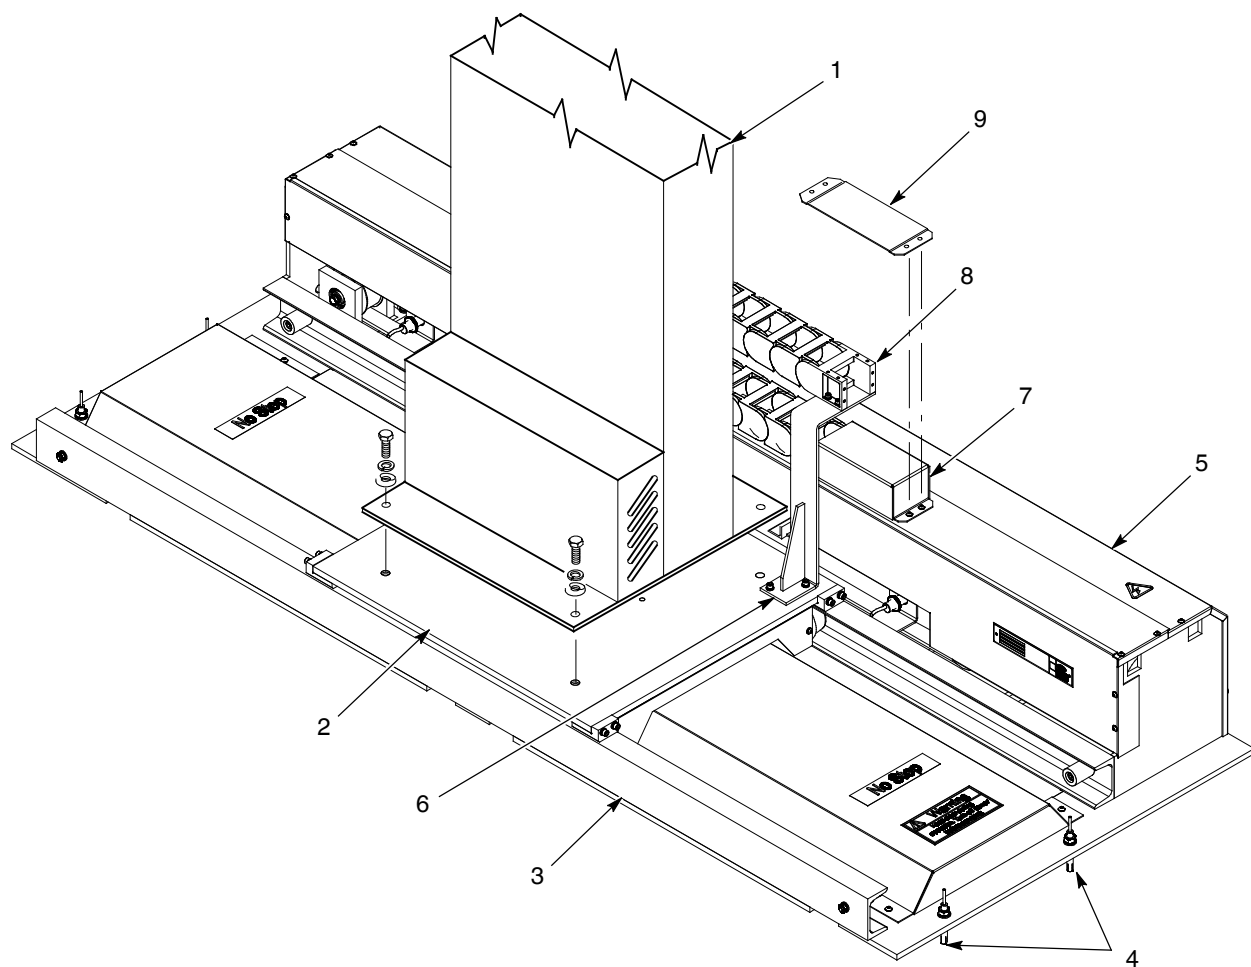
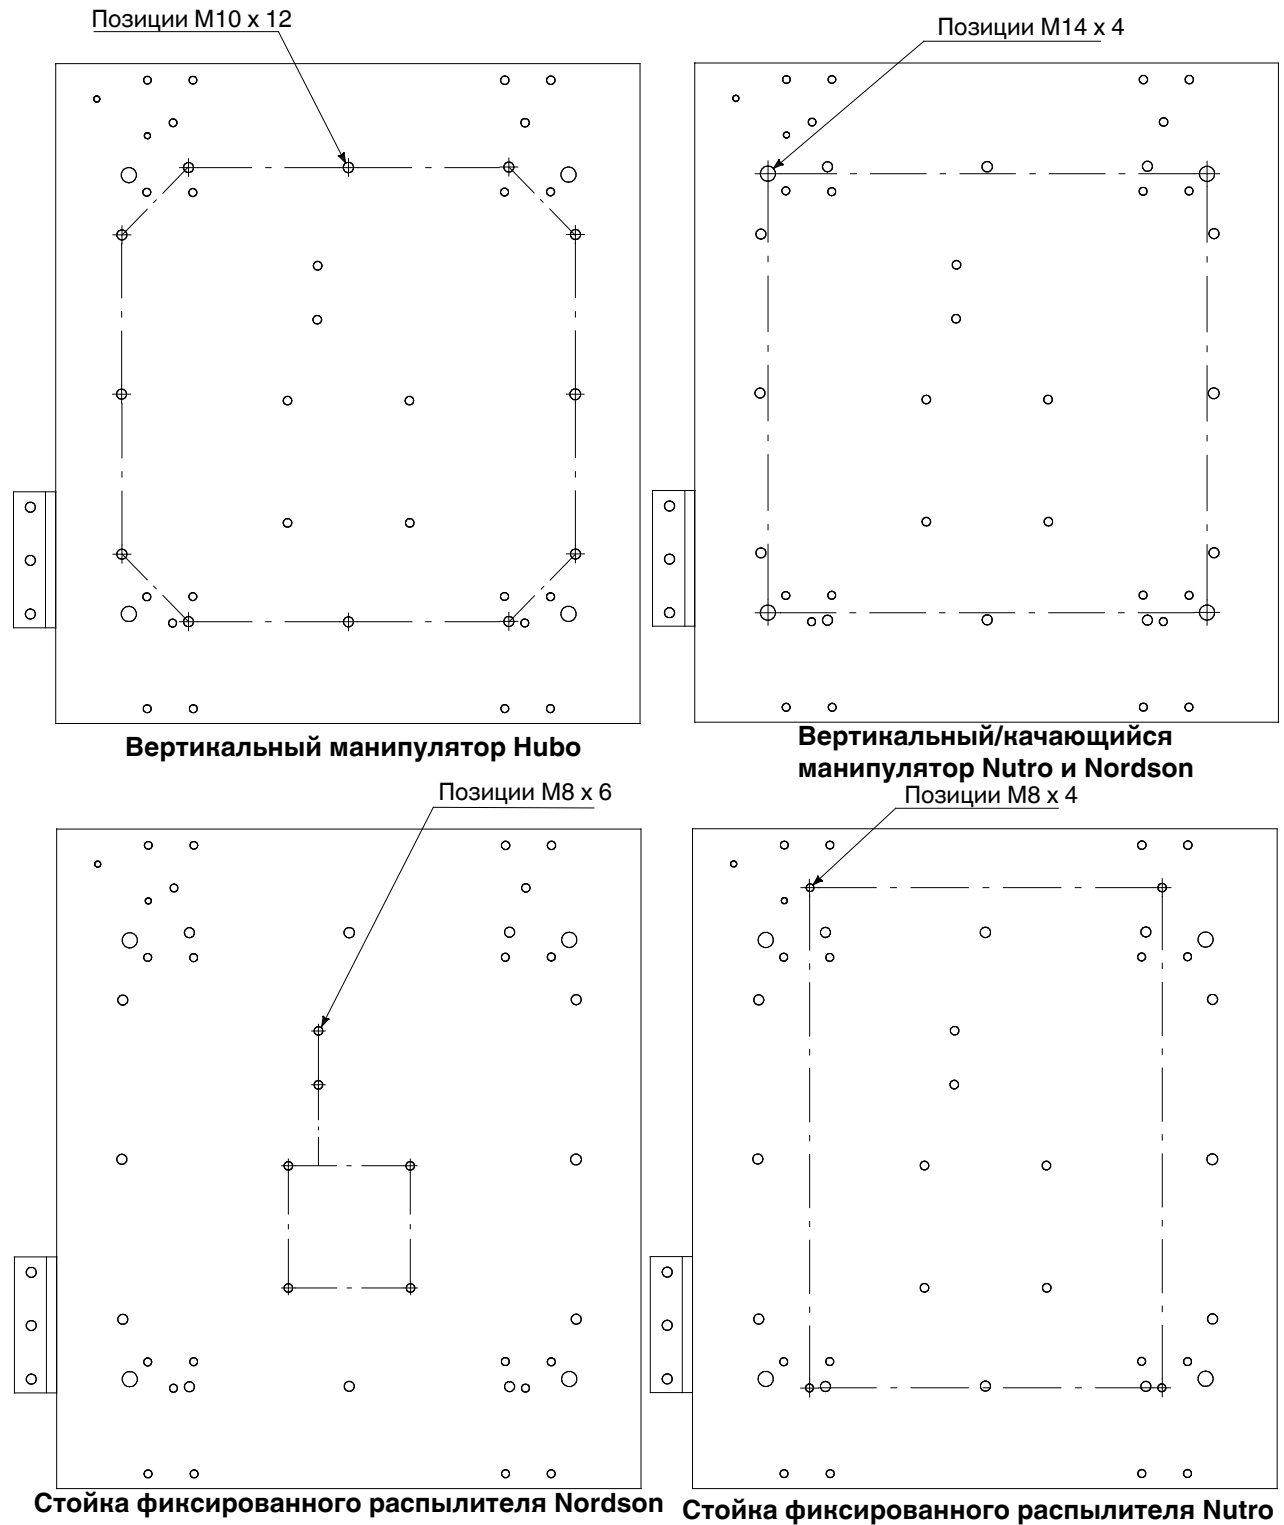

Рис. 4 Монтаж
Рис. 5 Расположение отверстий в каретке
2. См. рис. 4 и 5. Воспользовавшись подходящим подъемным приспособлением, осторожно поставить качающийся манипулятор, возвратно-поступательный манипулятор или стойку фиксированных распылителей (1) на каретку (2) и закрепить на каретке посредством соответствующего размера винтов с шестигранной головкой, стопорных шайб и плоских шайб. На рис. 5 показано расположение отверстий в каретке для различных стоек фиксированных распылителей, качающихся и возвратно-поступательных манипуляторов.
4. Привинтить основание (3) позиционера к полу, используя анкерные болты M10 x 75 (4).
5. Чтобы создать защищенный путь для кабелей качающегося или возвратно-поступательного манипулятора, смонтировать на позиционере несущую цепь кабелей (8) и крышку (7) следующим образом:
- a. Снять крышку (9) с верхней стороны корпуса привода.
- c. Смонтировать кронштейн (6) несущей цепи кабелей на каретке позиционера, как показано на рисунке, а затем привинтить к кронштейну незакрепленный конец цепи.